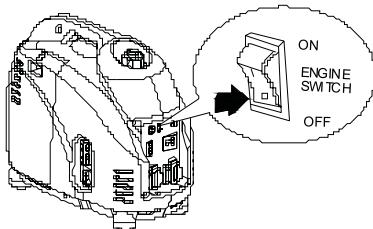

Рис. 22
- Переведите выключатель зажигания в положение «OFF» (Рис. 22).